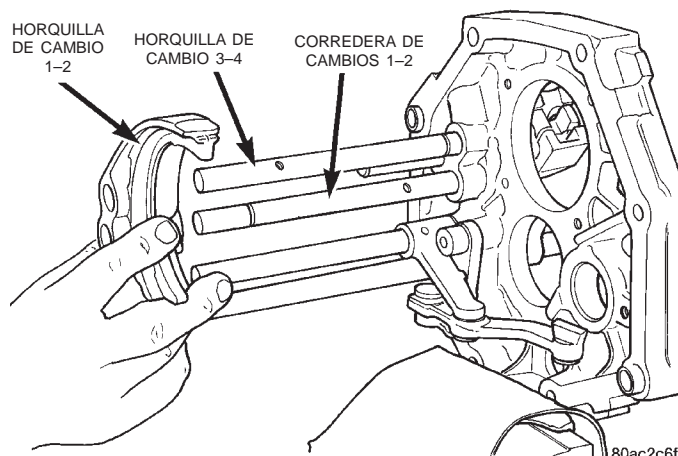
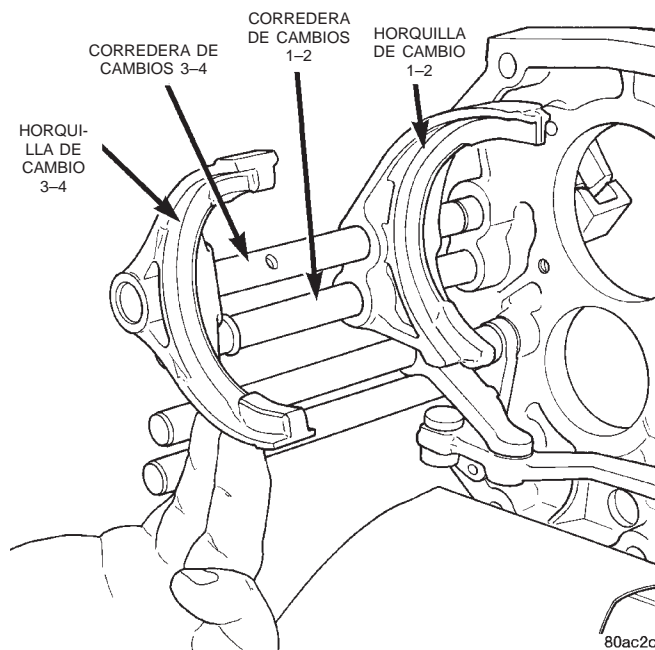

Fig. 85 Instalación de horquilla de cambio 1-2
Fig. 86 Instalación de horquilla de cambio 3-4
(16) Instale los muelles del detenedor de correderas de cambios en la placa intermedia. Tenga en cuenta que el muelle inferior del detenedor es más corto que los otros.
(17) Instale los tapones de detenedor de correderas de cambios en la placa intermedia.
(18) Instale la horquilla de cambio 1-2 en las correderas de cambios 1-2 y 3-4 (Fig. 85).
(19) Instale el anillo de muelle en la corredera de cambios 1-2.
(20) Instale la horquilla de cambio 3-4 en la corredera de cambios 3-4 (Fig. 86).
(21) Instale el eje principal en la placa intermedia guiando el eje transmisor a través de la abertura de la placa intermedia hasta que las horquillas de cambios queden alineadas con los manguitos sincronizadores apropiados. El cojinete trasero del eje principal se introducirá en la placa intermedia pero no completamente en este punto.
(22) Mientras un ayudante sostiene el eje principal, alinee la parte trasera del árbol intermediario